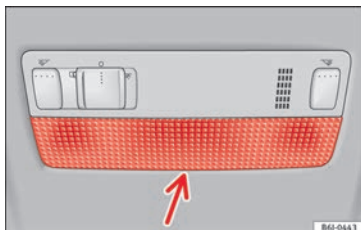

Fig. 101 Lampe de lecture avant.
- Introduisez la partie plate d'un tournevis fin entre la carcasse et le verre » **fig. 101**.